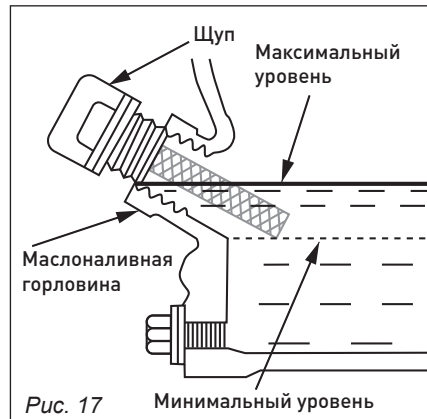

Рис. 17
2. Откройте крышку масляной горловины и протрите щуп тряпкой (рис. 17).